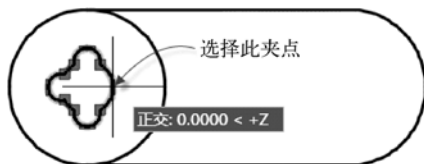

图 5-14 选择要操作的夹点
❷ 选中左边的一个异形孔图形对象，接着单击该区域显示的最右侧的一个小狭长型的夹点以亮显该夹点，如图 5-14 所示。